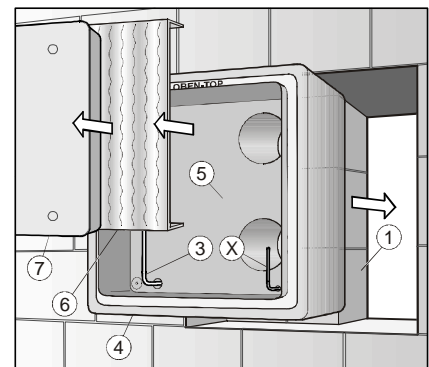

Abb. 3
Mauerkasten (4) in Mauernische (1) einschieben. Anschlusskabel (3) und ggf. Steuerleitung (x) in den Montage-raum (5) für das Gerät einlegen. (Abb. 3)